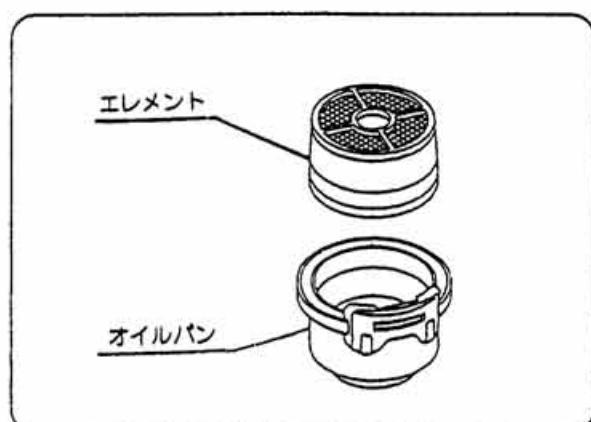

図38
② オイルが不足しているときは、オイルレベルまで補充してください。汚れがひどいときはオイルパン・エレメント共、白灯油で洗浄しエレメントはエンジンオイルに浸し滴下しない程度に振り切ってください。（図38）
③ オイルパンはよく洗浄し、新しいエンジンオイル（SC級以上）をレベルまで入れてください。（図38）